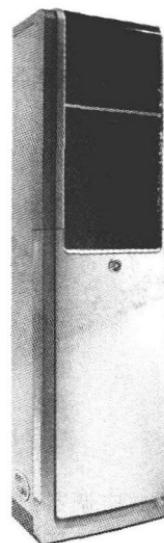

图 1-4 落地式空调器（立式）
1) 落地式空调器。落地式空调器通常被称为柜机，可以分为立式和卧式两种。目前，随着人们住宅客厅面积的不断增大，落地式空调器的需求也在不断增加。由于立式柜机占地面积小，因此家用落地式空调器主要以立式柜机为主，如图 1-4 所示。